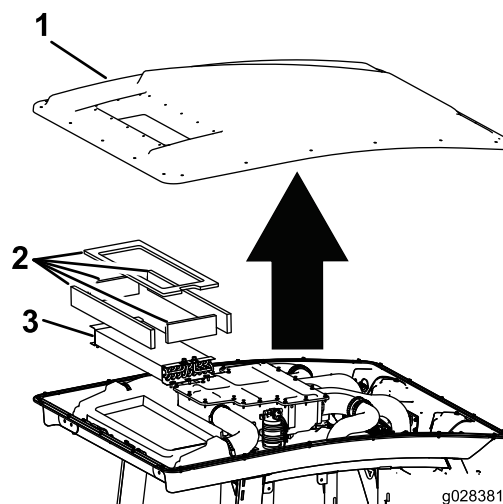

Figura 95
3. Retire o teto da cabina removendo os 22 parafusos que prendem o teto (Figura 95).
4. Retire os filtros (Figura 95).
5. Retire e limpe as bobinas do ar condicionado (Figura 95).